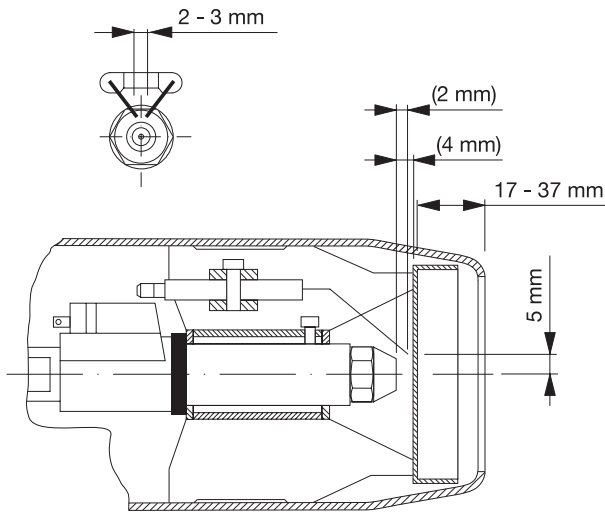

Abbildung 10 / Figure 10
- Abstand zwischen Stauscheibe und Düse (siehe Abb. 10).
- For the distance between baffle plate and nozzle (see fig. 10).
- Ecart entre l'écran réducteur de pression et le gicleur (Cf. fig. 10).
- Die Einstellmaße der Zündelektroden sind zu prüfen bzw. einzustellen (siehe Abb. 10).
- The settings of the ignition electrodes are to be inspected and/or re-adjusted (see fig. 10).